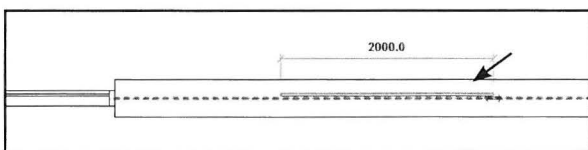

Fig. 17.22. Tegn et stykke glasvæg inde i midten af den eksisterende.
- Tegn nu et glas-vægstykke i midten af den eksisterende væg (Fig. 17.22).